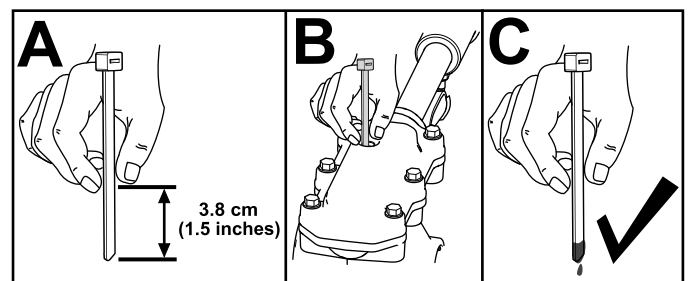

Bild 39
3. Überprüfen Sie den Ölstand mit einem geeigneten Messgerät, z. B. einem sauberen Kabelbinder. Das Öl sollte ca. 3,8 cm unter der Einfüllöffnung liegen (**Bild 39**).